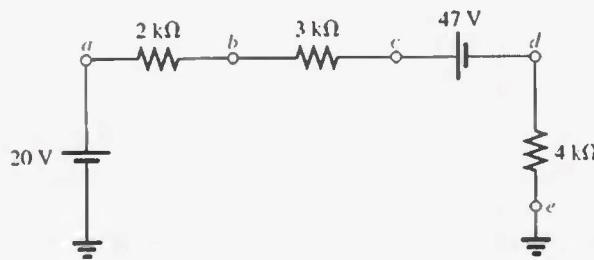

FIGURA 5.96
*27. Para la red de la figura 5.96, determine los voltajes: